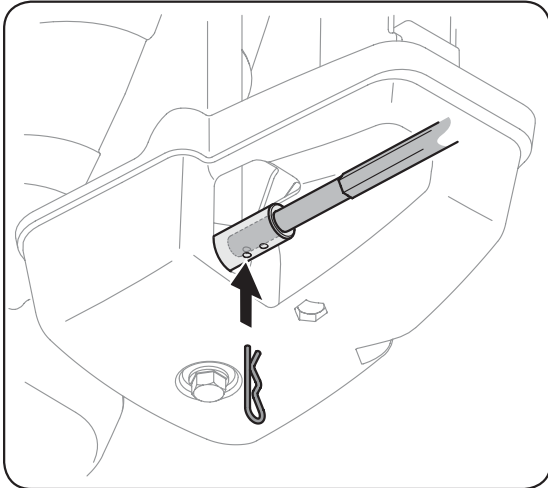

Figure 3-9
9. Vérifiez que tous les câbles sont acheminés dans le guide et qu'ils restent placés sur le côté gauche de la tige hex. Voir la Figure 3-9.
7. Fixez l'extrémité ronde de la tige hex. au commande de la goulotte avec la goupille fendue enlevée précédemment. Voir la Figure 3-9.